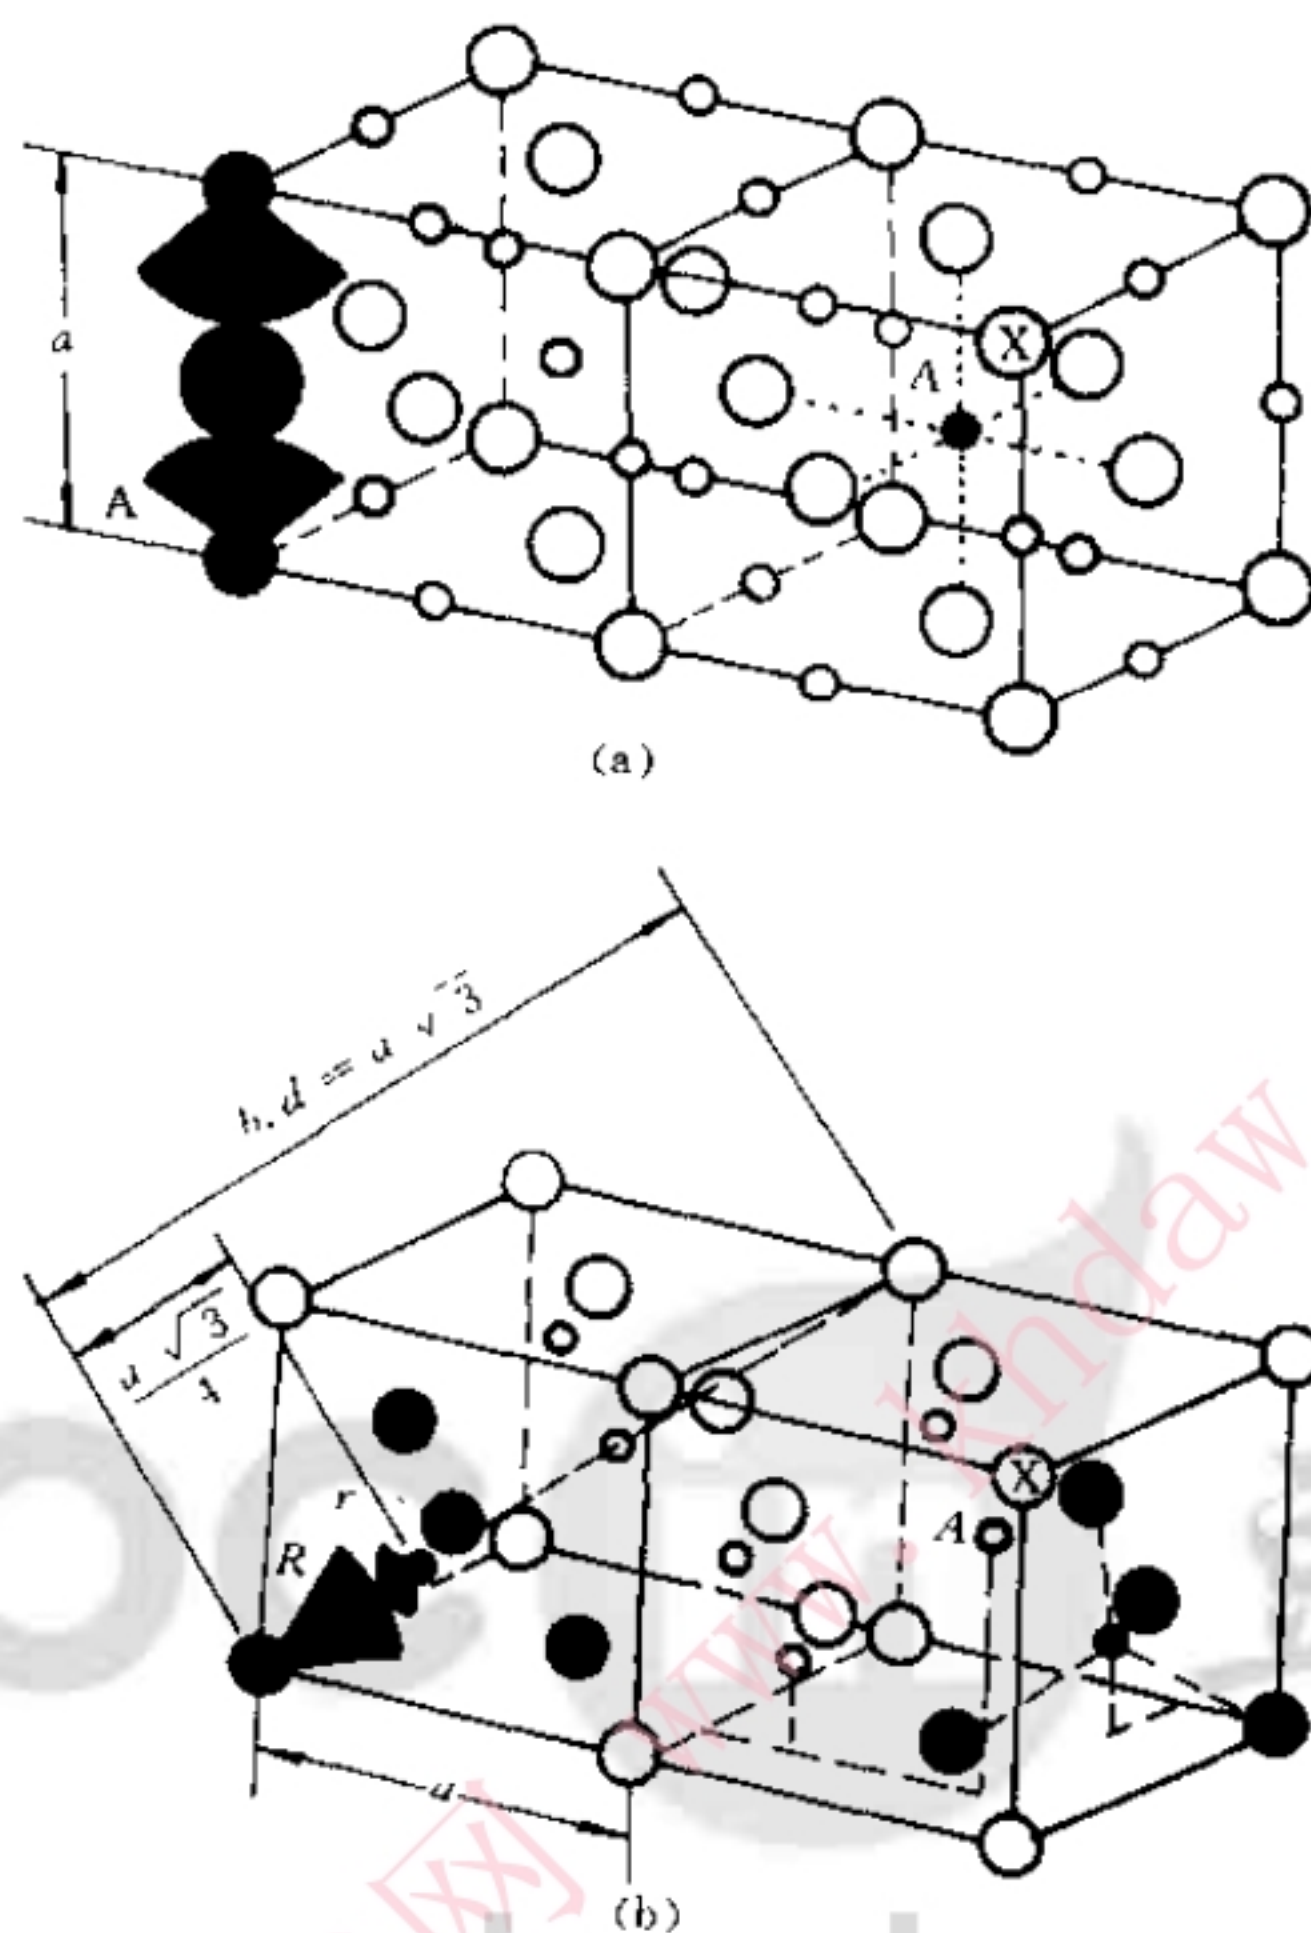

图 1-10 MnS 的晶体结构
**例 1.2.24** MnS 有 3 种同素异构体, 其中的两种为 NaCl 型结构(见图 1-10(a)) 及 ZnS 型结构(见图 1-10(b))。当由第二种形式(ZnS)变成第一种形式(NaCl)时, 其体积变化的百分比为多少?(假设  $CN = 6$ ,  $r_{\text{Mn}^{2+}} = 0.080 \text{ nm}$ ,  $r_{\text{S}^{2-}} = 0.184 \text{ nm}$ ;  $CN \neq 6$  时,  $r_{\text{Mn}^{2+}} = 0.073 \text{ nm}$ ,  $r_{\text{S}^{2-}} = 0.167 \text{ nm}$ )。
解 MnS 的两种同素异构体如图 1-10 所示。
从图 1-10 可见,每一个单位晶胞中有 4 个  $\text{Mn}^{2+}$  及 4 个  $\text{S}^{2-}$  离子。因此,可以考虑每一种形式的单位晶胞,其点阵常数  $a$  与两种离子的半径  $r$  及  $R$  间的关系为